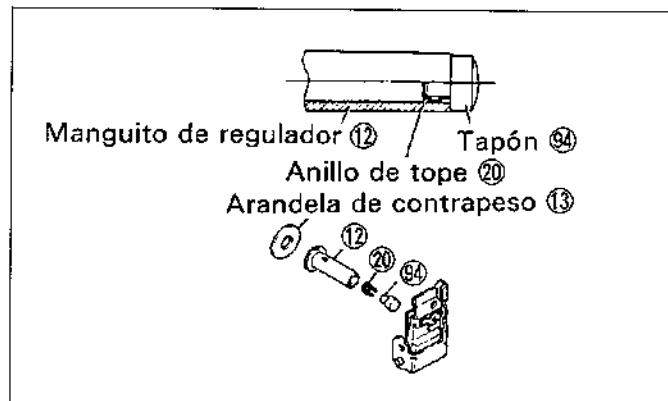

Figura.14-41 Montaje del regulador ①
- (1) Hay dos tipos de manguito del regulador ⑫.
- a. Un manguito emplea un tapón de manguito sólido ⑯ y un anillo de tope de tapón ⑰. (Vea la figura.14-41)